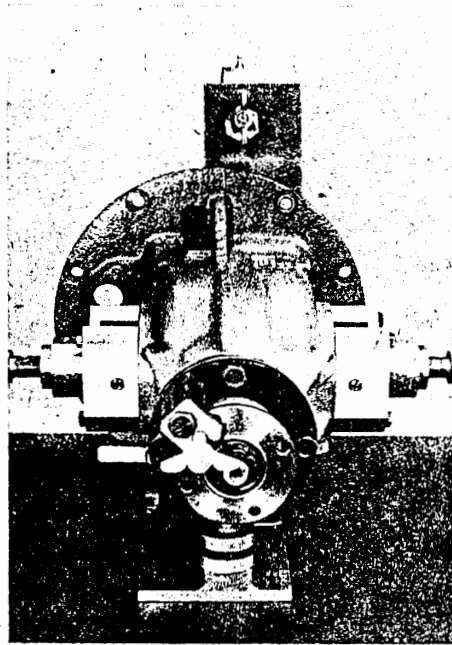

Bild H 29. Gehäuse mit Einstellvorrichtung
2. An beiden Seiten des Gehäuses eine Einstellvorrichtung 94 VP-693-8 befestigen (Bild H 29).
3. Den Arretierhaken VP-837.4 mit einer Sechskantschraube M 10 × 70 in einem der beiden Abdrücklöcher der Flanschbuchse befestigen und den Flansch mit einer Flügelschraube M 10 × 40 spielfrei arretieren (Bild H 29).
4. Befestigung des Blechwinkels VP-837.1 mit Führungsbüchse VP-837.2 am Gehäuseflansch mittels einer Sechskantschraube M 10 × 30 und Sechskantmutter M 10 (Bild H 29).